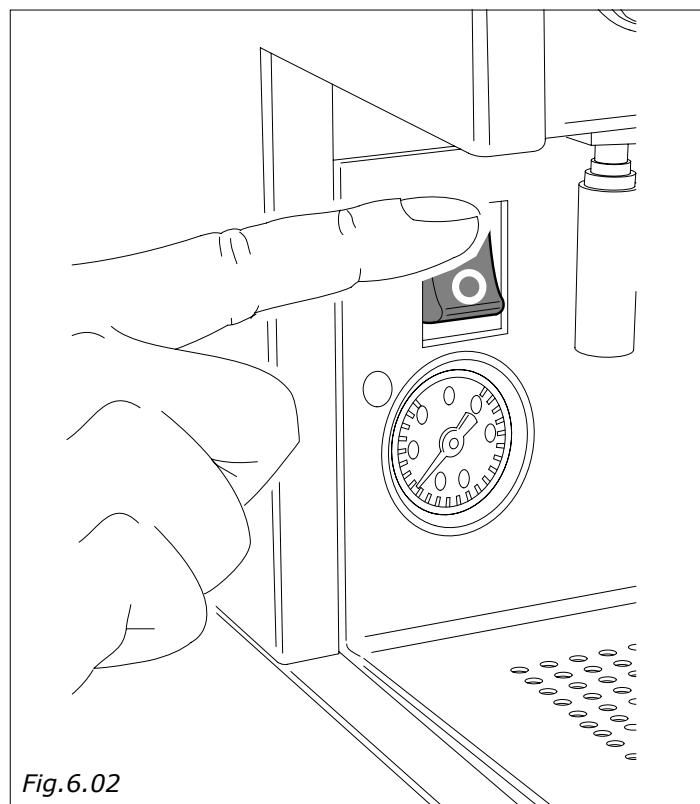

Fig.6.02
- En positionnant l'interrupteur général (Fig.6.02) sur I le voyant de l'interrupteur va s'allumer.